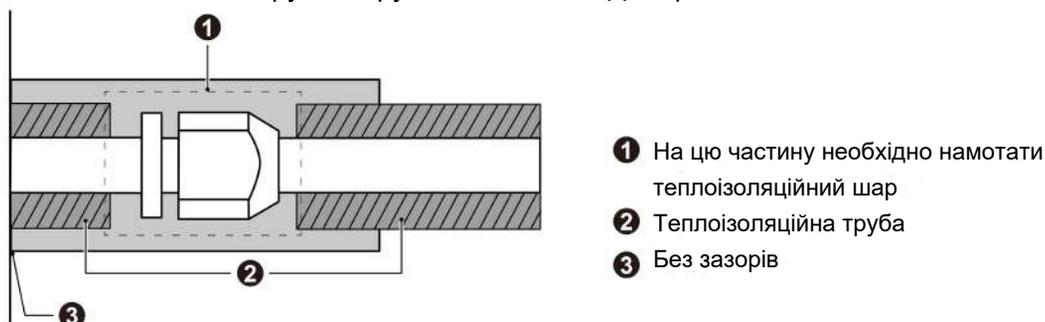

Рис.3.4.10
- 2) Стики внутрішніх і зовнішніх блоків повинні бути покриті ізоляційним матеріалом і не залишати зазору між трубою та стіною. Див. рис.3.4.10.